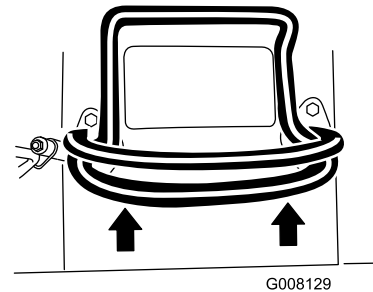

Figure 7
- Pour vous déplacer en marche avant, poussez la commande de déplacement en avant (Figure 7).